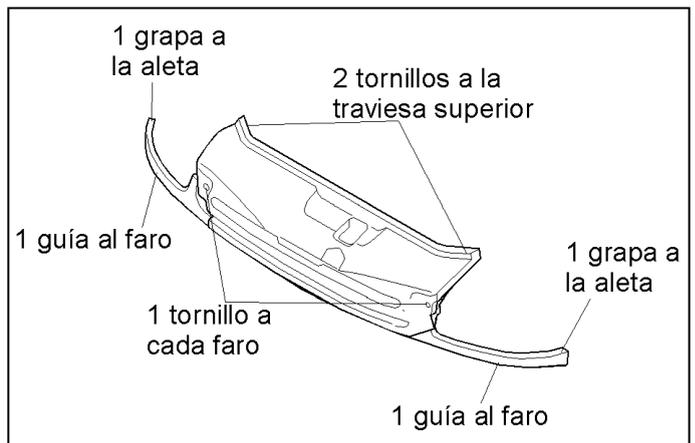

Figura 16.- Unión del conjunto rejilla frontal
En la figura 16, se muestra la unión del conjunto rejilla frontal con el resto de la carrocería.
- Conjunto rejilla frontal (figura 16).